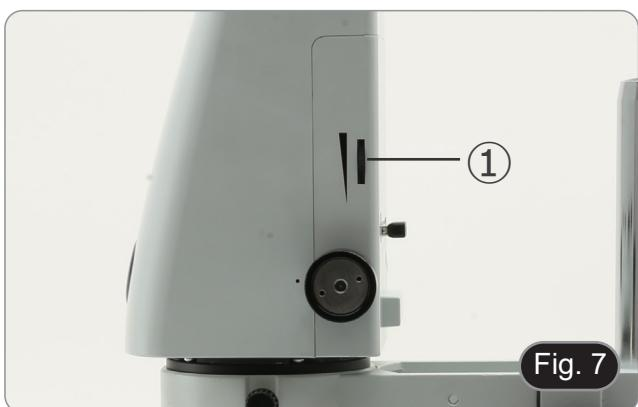

Fig. 7
1. Rotar el anillo de ajuste de la luz ① en el lado derecho del cuerpo del microscopio. (Fig. 7)